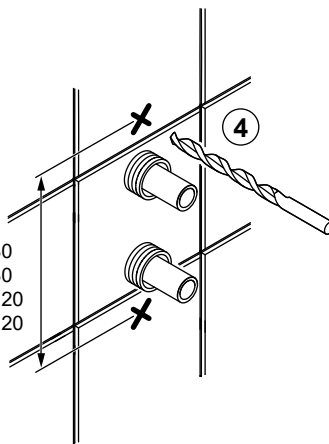

Fig. 1
Alla infästningar med skruv genom tätskikt ska tätas, se "Fig. 1" eller "Fig. 2". Material för tätning ska fästa mot underlaget och vara vattenbeständigt, mögelresistent och åldersbeständigt.
4. The screw mountings should be of a sturdy design, for instance made of concrete, wooden studs, wooden nogging pieces or a design that has been tested and approved for mounting, e.g. pad design. All attachment points must be sealed. See "Fig. 1" or "Fig. 2". The sealant material must attach firmly to the underlying surface and be water-resistant, mould-resistant and non-ageing.